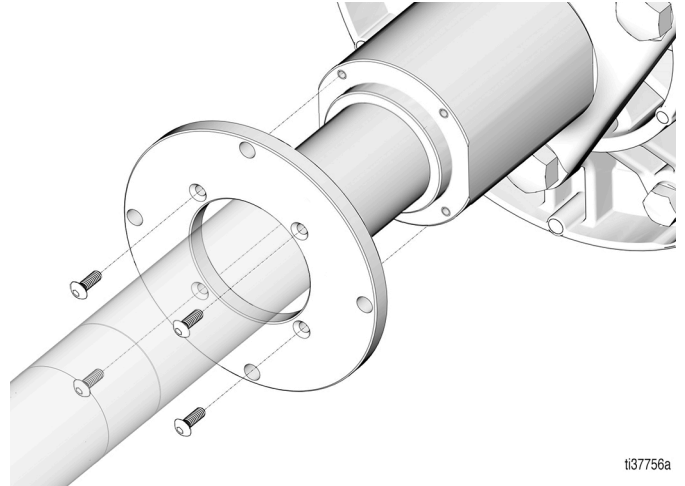

Рис. 35
25. Удалите монтажную пластину (Рис. 35).
26. Замените четыре винта, которыми крепится монтажная пластина (7) (момент затяжки 6,8–7,9 Н•м / 60–70 дюйм.-фунт.) (Рис. 35).